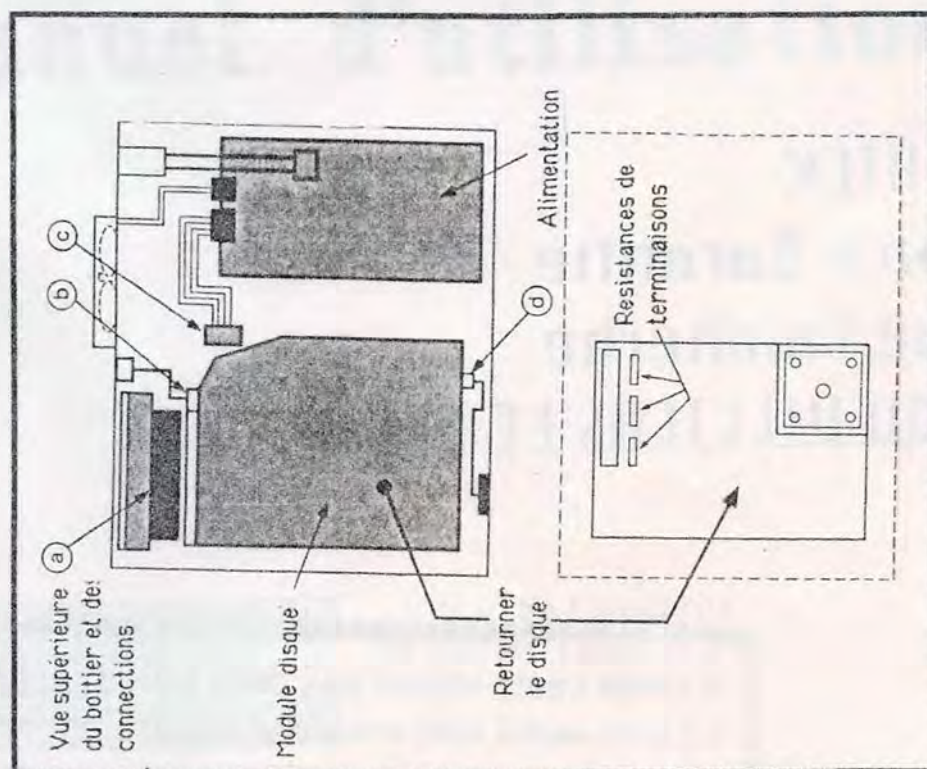

FIGURE 9 : Déconnection des résistances de terminaisons SCSI
- 3) En suivant la figure 9, débranchez avec précaution les connecteurs reliés au module disque dur:
- 6) Enlevez les trois blocs de résistances de terminaisons SIL (single in line) de leurs connecteurs en suivant la figure 9 (en bas) et conservez les pour un usage ultérieur en les fixant bien en évidence et à l'aide d'un adhésif, quelque part sur le chassis.